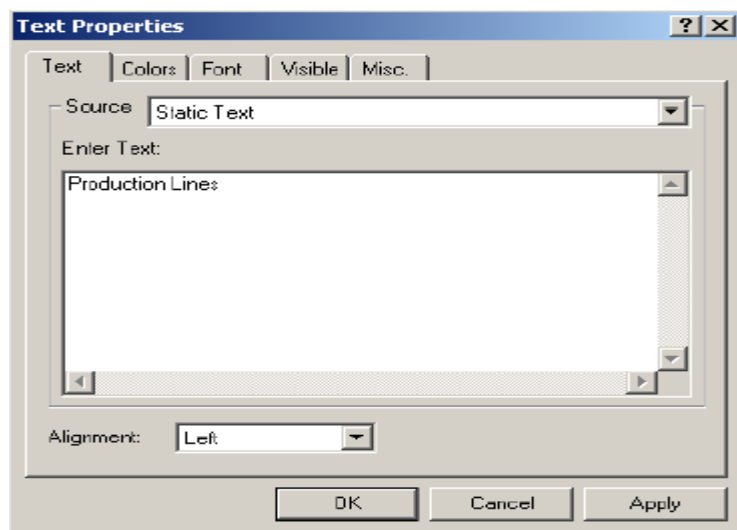

图 11.17: ‘Text Properties’ 对话框中 ‘Text’ 选项
- 在编辑区域输入 ‘Production Lines’ (不加引号) (如图 11.17 所示), 然后